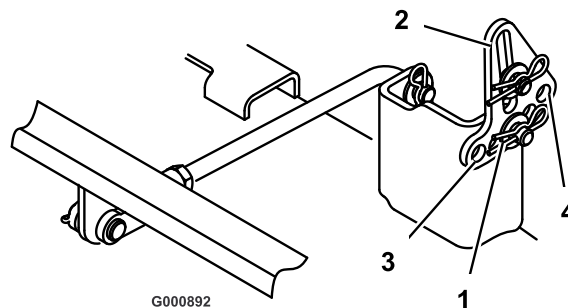

Figure 42
5. Enlevez la goupille fendue et la rondelle de l'une des pattes de mise à niveau (Figure 42). Pour mettre les lames de niveau, fixez les pattes de mise à niveau dans un autre trou à l'aide de la rondelle et de la goupille fendue (Figure 42). Utilisez un trou plus en avant pour réduire la hauteur de la lame, ou un trou plus en arrière pour l'augmenter. Réglez les deux côtés selon les besoins.